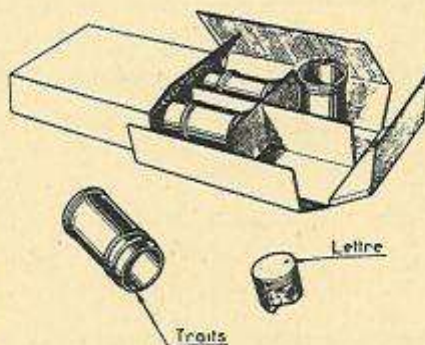

Fig. 119.
- Mettre en place les chemises **neuves**, suivant l'ordre indiqué (les repères traits (fig. 119) du côté de l'arbre à cames).